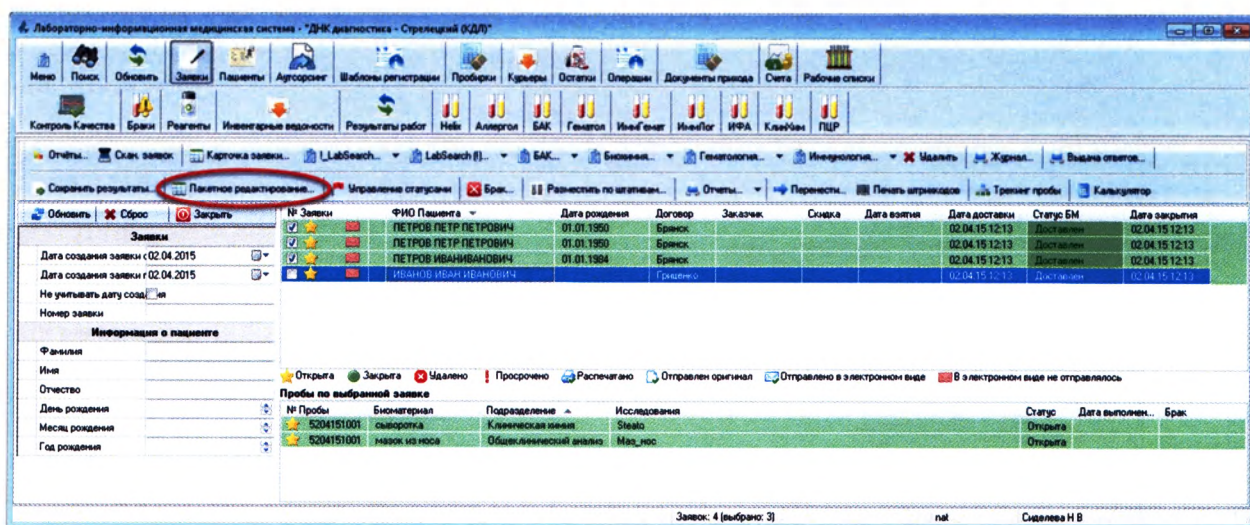

Рисунок 3.9
2. Нажмите кнопку **«Пакетное редактирование»** на панели управления (Рисунок 3.9):